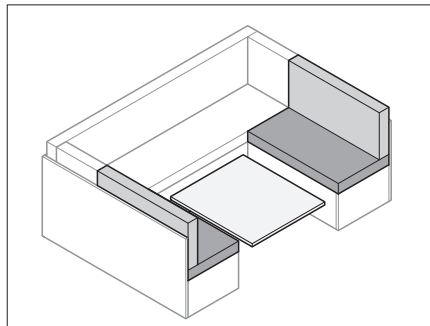

Bild 72 Bygga om bordet
- Bygg om bordet (Bild 72) till sängbotten (se avsnitt 7.7).